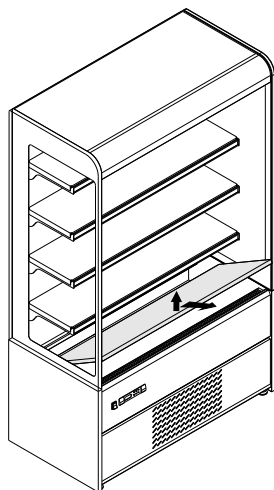

Fig.19
- Togliere il plateau del piano espositivo. (Vedi Fig.19)